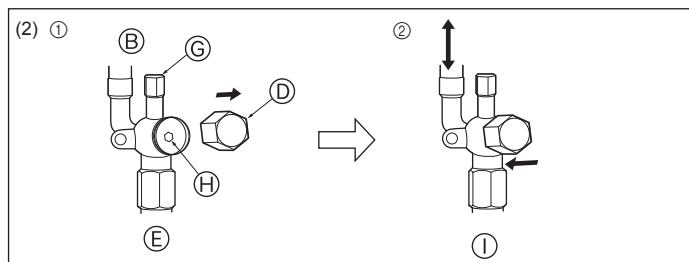

Fig. 4-10
(2) Vloeistofzijde (Fig. 4-10)